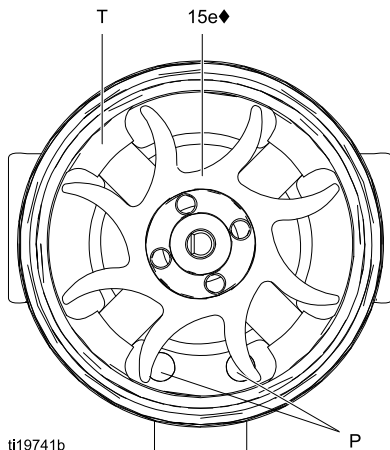
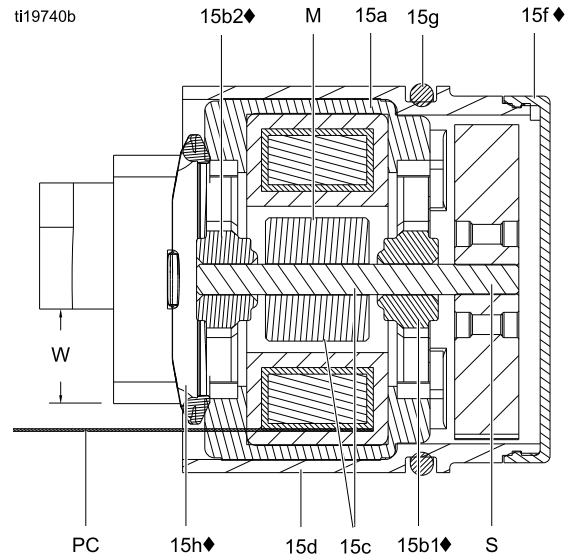

Figure 34 Gebläseausrichtung
Figure 35 Generatorquerschnitt
7. Die Spuleneinheit (15a) auf der Werkbank mit nach obenweisendem Gebläseende ablegen. Mit breitem Schraubendreher Gebläse (15e) von Welle (S) abnehmen.
10. Neues unteres Lager (15b1◆) auf langem Teil des Schafts (S) installieren. Die flache Seite des Lagers muss vom Magneten (M) weg weisen. In die Spule (15a) so einsetzen, dass die Lagerflügel bündig an der Oberfläche der Spule anliegen.
12. Die Spuleneinheit (15a) auf der Werkbank mit nach oben weisendem Gebläseende ablegen. Gebläse (15e♦) auf langes Teil des Schafts (S) drücken. Gebläseflügel müssen wie abgebildet ausgerichtet sein.
13. Die Spuleneinheit (15a) vorsichtig in das vordere Gehäuse (15d♦) drücken und dabei den Pin der Spule am Steckplatz im Gehäuse ausrichten. Der 3-polige Steckverbinder (PC) muss sich unterhalb der breiteren Nut (W) der vorstehenden Gehäuseteile befinden, wie in Abb. 35 dargestellt. Darauf achten, dass die Passstifte der Spule (P) entsprechend Abb. 34 positioniert sind.
14. Gebläse (15e) drehen, bis Flügel die vier vorstehenden Teile der Lager (T) auf Gehäuserückseite nicht länger verdecken. Sicherstellen, dass Flügel des unteren Lagers (15b1♦) mit Teilen ausgerichtet sind.